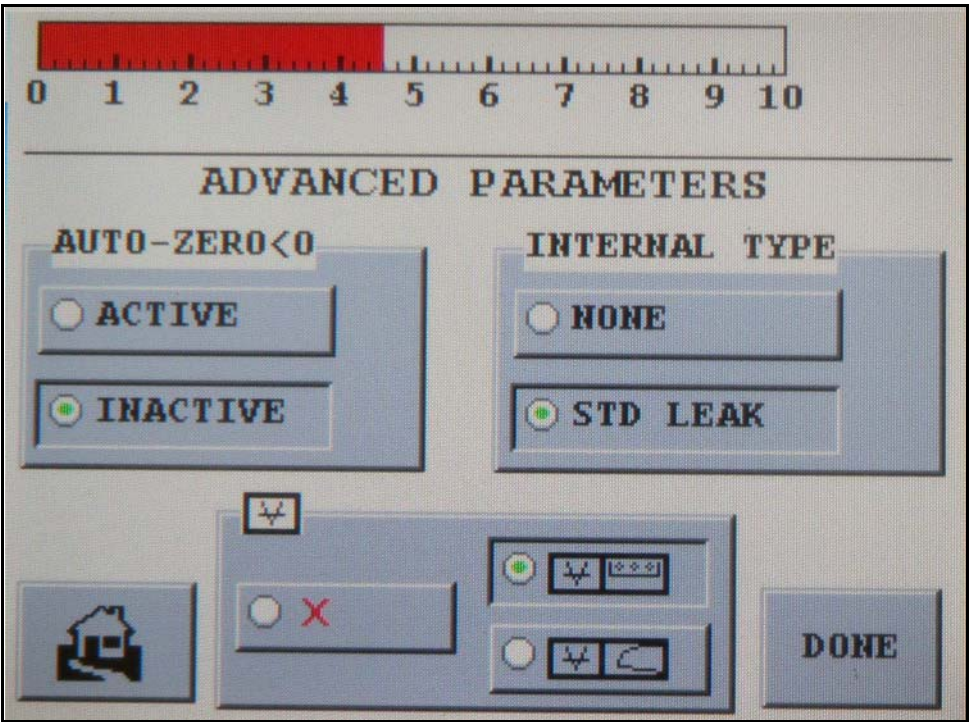

图 2-16 高级参数屏幕
1. 轻触“Set-Up”屏幕上的 **Advanced Parameters** 按钮，出现“高级参数”屏幕（图 2-16）。